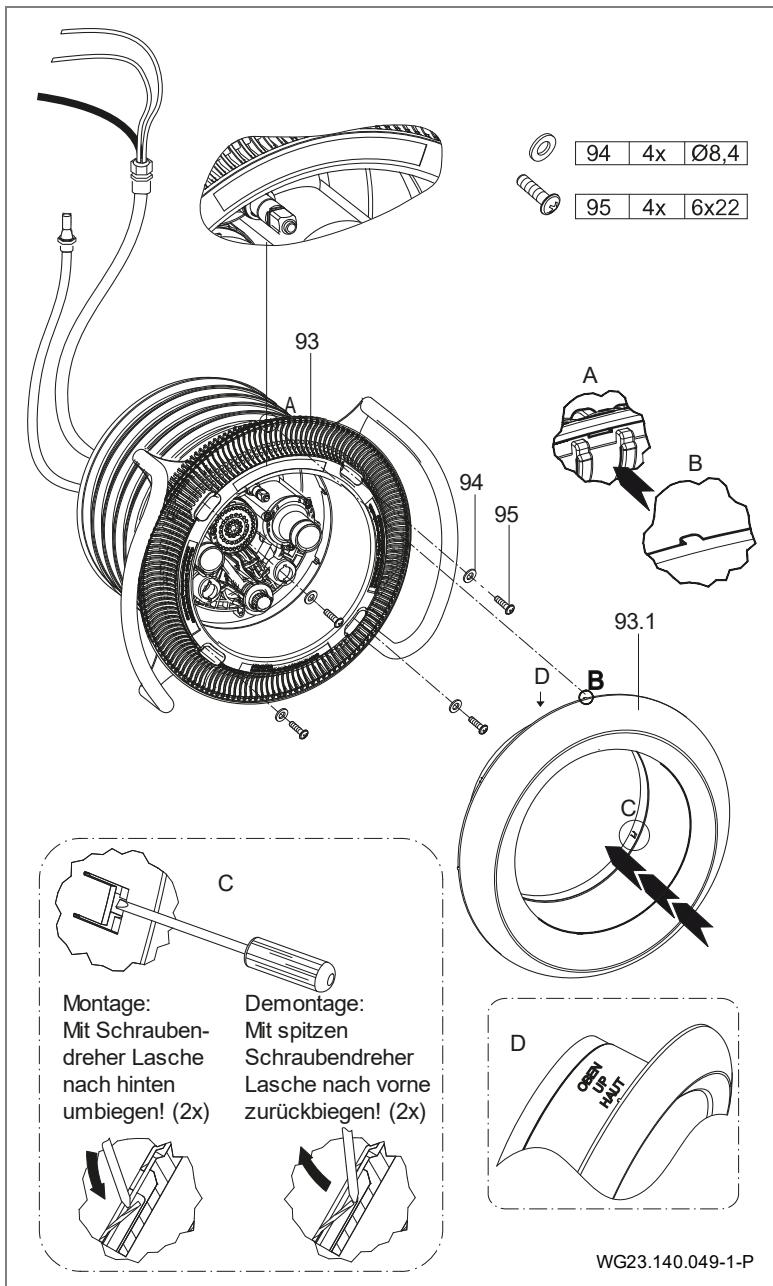
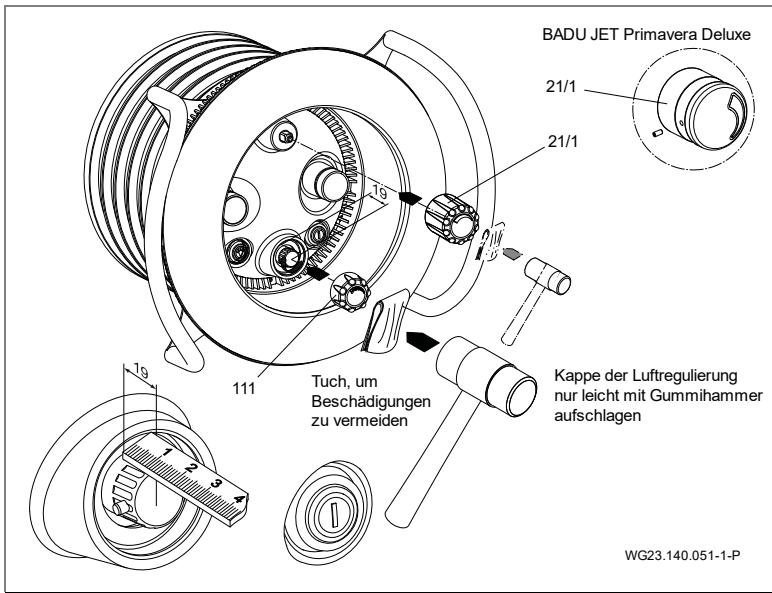

Abb. 18
Abb. 20
9. Ansaugblende (93) auf dem Spannring (28) ansetzen und mit vier Unterlegscheiben (94) und vier Schneidschrauben (95) befestigen. (Abb. 18)
10. Edelstahlblende (93.1) mit vorstehenden Zentriernoppen auf den vorhandenen Aussparungen der Ansaugblende (93) ausrichten und von Hand aneinanderpressen. Markierung "OBEN" auf der Edelstahlblende beachten. Zur Arretierung der Blende die zwei seitlichen Biegelaschen mit einem Schraubendreher nach hinten umbiegen. (Abb. 18)
12. Primavera: Kappe für Mengen- (21/1) und Luftregulierung (111) mit Hilfe eines Gummihammers und Schutztuches befestigen. (Abb. 20)
- Kappe für Mengen- (21/1) und Luftregulierung (111) abziehen. Bei der BADU JET Primavera Deluxe muss vor dem Abziehen der Kappe die Madenschraube gelöst werden. Siehe "Abb. 20"
- Schneidschrauben (112) lösen und Lichtabdeckung (110) abnehmen.
- Die zwei seitlichen Biegelaschen der Edelstahlblende nach vorne zurückbiegen und Edelstahlblende abnehmen. Siehe "Abb. 18"
- Schneidschrauben (95) lösen und Ansaugblende (93) und Haltegriff (70) abnehmen.
- Bei Bedarf die Schneidschrauben (61) lösen. Düsengehäuse (102.1) abnehmen. Dabei auf die innere Luftleitung (4) achten, die am Einbaugehäuse (1) befestigt ist.
- Schrauben (52) lösen. Haltegriff (70), Spannring (28) und Spannringdichtung (27) abnehmen.